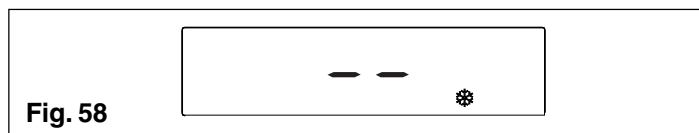

Fig. 58
- antigel (fig. 58): lorsque la température de l'eau de la chaudière descend au-dessous des valeurs de sécurité, le circulateur et le brûleur s'activent à la puissance minimum pour ramener la température de l'eau à la valeur de sécurité (35 °C). Le symbole s'éclaire sur l'afficheur.